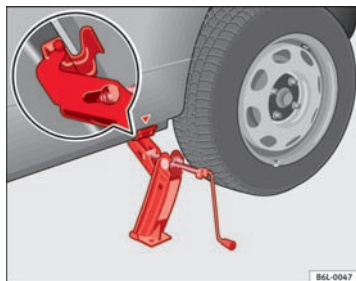

Fig. 139 Sådan sættes donkraften på.
- Stil donkraften således, at dens griber får fat i kanten på panelet, og den bevægelige bundplade står plant på jorden ⇒ Fig. 139.